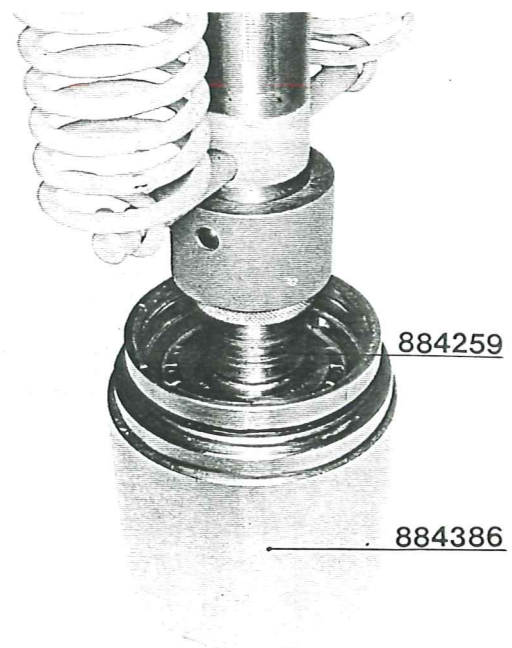

Fig. 6
Demontera tätningen (16) vilken alltid ersättes med ny. Pressa ur ingående drevet (11) med hjälp av verktyg 884386, och 884259, se fig 6.